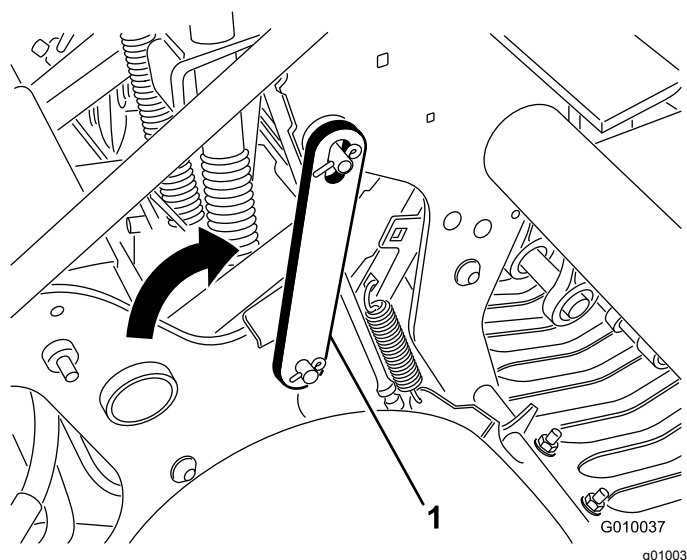

Figura 22
4. Gire el cerrojo de mantenimiento hacia atrás y sitúelo sobre el perno del cabezal de perforación (Figura 22). Sujételo con el anillo de retención.